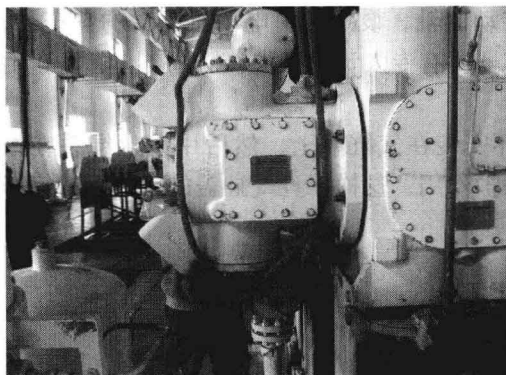

图 1-6 拆卸 2 级气缸时钢丝绳的位置
3) 拆下气缸与机体的连接螺栓，提前用钢丝绳将气缸系好，起到保护作用，防止拆卸完螺栓以后脱落，图 1-6 为拆卸 2 级气缸时，钢丝绳放置位置的图片。